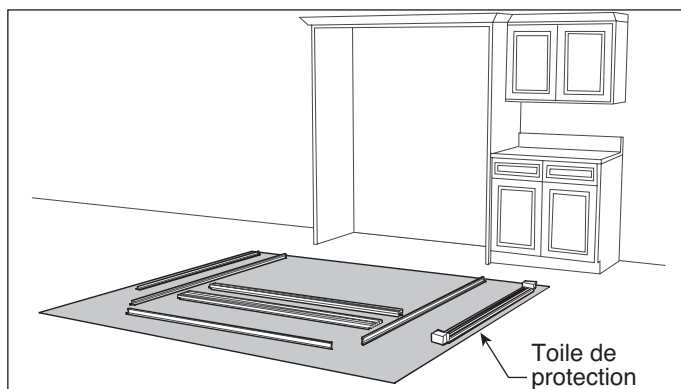

Figure 1
1. Dégagez un espace suffisant pour disposez les pièces face vers le bas. Assurez-vous d'y avoir auparavant étendu une toile pour ne pas égratigner le revêtement du plancher ou les pièces de la garniture. (Voir la Figure 1).